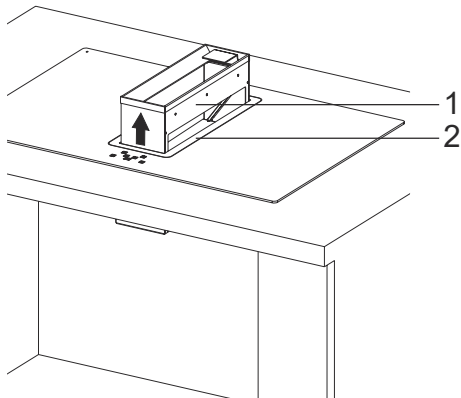

Fig. 6
**13.** För att säkerställa att vätska och smuts inte kommer in direkt i motorn samlas detta i botten av behållaren. Den rymmer en begränsad mängd vätska/smuts. (Fig 6/2).
Lyft behållaren och ta ur den (Fig. 6).